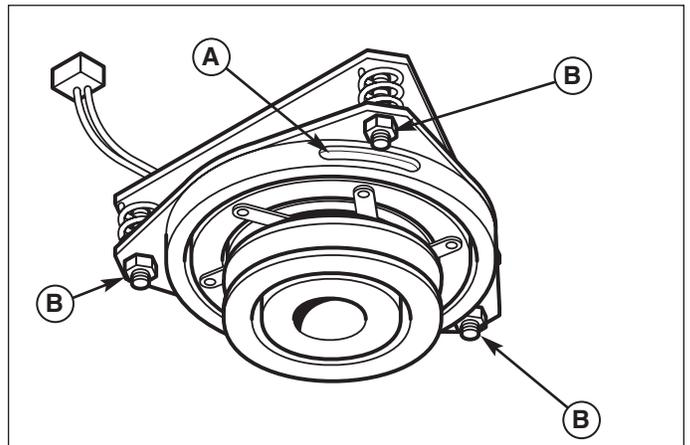

Figure 23. Réglage de l'embrayage de la PDF
2. Voir la figure 23. Noter la position des 3 orifices de réglage (A) situés sur le côté de la plaque de freins et les écrous de réglage à filetage autofreinant (B).
4. Serrer alternativement les écrous de réglage (B, figure 23) jusqu'à ce que la face du rotor et la face de l'induit entrent juste en contact avec la jauge.